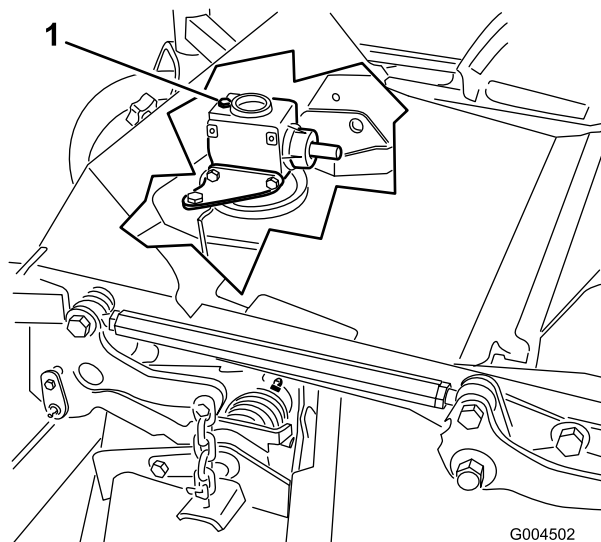

Bild 38
6. Nehmen Sie den Ölpeilstab bzw. die Ablassschraube oben am Getriebe ab (Bild 38) und stellen Sie sicher, dass der Schmiermittelstand zwischen den Marken am Peilstab liegt.
6. Nehmen Sie den Peilstab bzw. die Ablassschraube von der Oberseite des Getriebes ab (Bild 38).